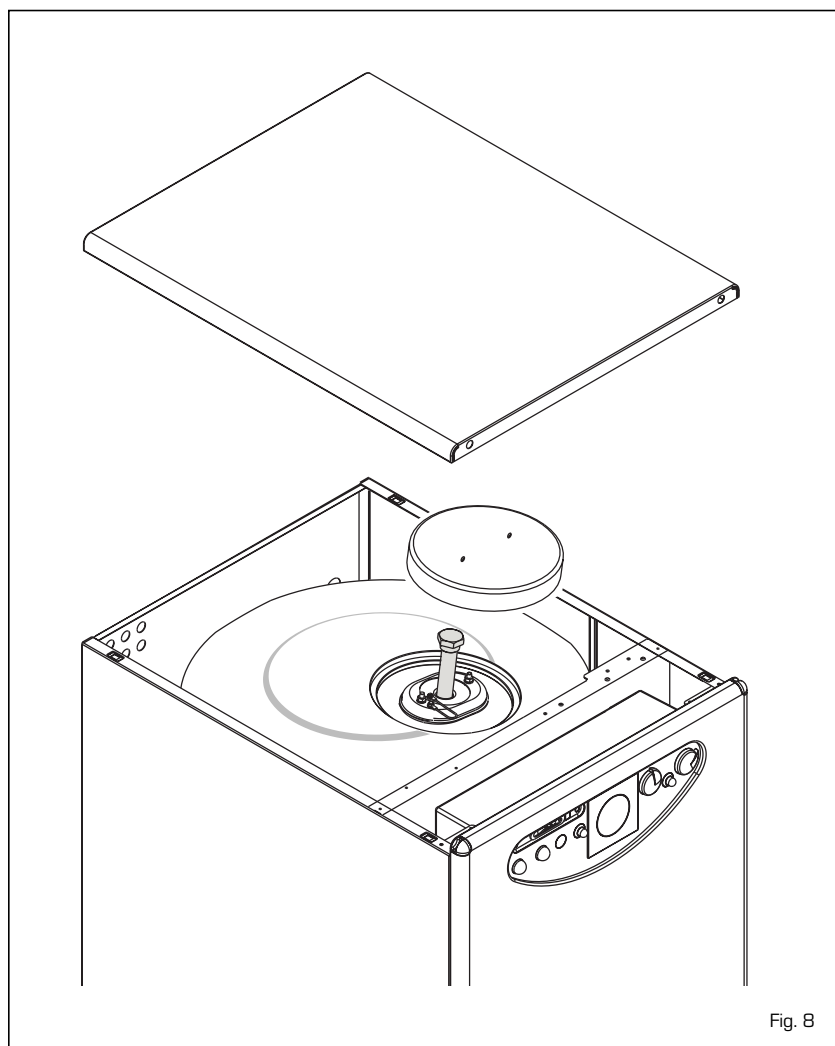

Fig. 8
3.3.2 Anodo di protezione del bollitore (fig. 8)